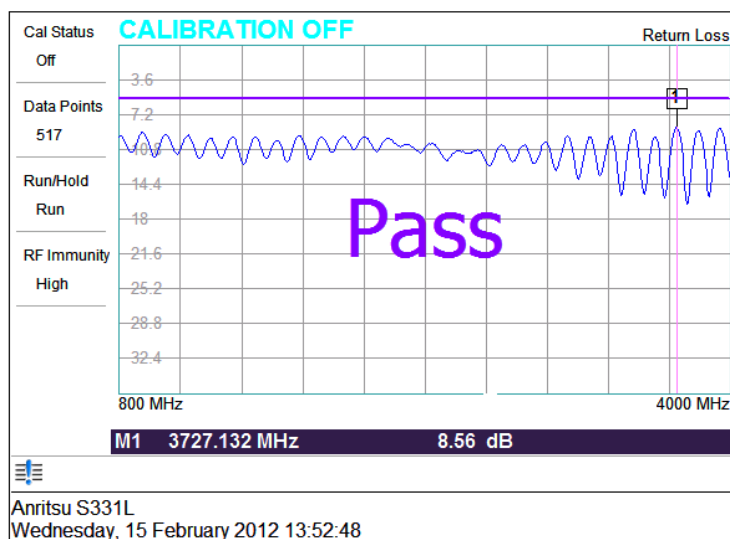

Рисунок 8-8. Настройки параметров снимка
На рис. 8-8 демонстрируется одно и то же измерение, во время которого выполнялось сохранение изображения на экране с различными настройками.
Display/Audio     	Brightness: Регулировка яркости экрана для получения оптимальной видимости при различных условиях освещения. Для установки уровня яркости в диапазоне от 10% до 100% используйте сенсорный экран, клавиши «вверх/вниз» или поворотную кнопку. Для сохранения настроек нажмите Enter. Нажатие ESC позволяет отказаться от сделанных изменений. Color Schemes: Выбор цветовой схемы: стандартная (Standard), дневная (Daytime), ночная (Nighttime). Дневная схема использует повышенную контрастность и рекомендуется к использованию вне помещения при ярком солнце или иных сложных условиях. Ночная схема представляет собой схему с темным фоном и выводом информации в красном цвете и рекомендуется к использованию в темное время суток. ScrnShot Settings: Изменение настроек захвата изображения на экране с помощью клавиши ScrnShot (4), соответствующей иконки или настроек сохранения файла с полученным изображением (.png). Подробнее см. на рис. 8-8 на стр. 8-8. Параметр Capture Image Size определяет размер захватываемого изображения и может быть установлен на режим Graph Only (захват только графика) или Full Screen (экран целиком, включая отображаемые клавиши меню). Параметр Background color позволяет установить цвет фона: Inverted – без фона (удобно для вывода на печать) или Standard – с привычным черным фоном. Параметр Image header/footer используется для установки места отображения информации о модели, названии и дате. Volume: Настройка уровня громкости. Текущая настройка уровня громкости отображается на экране. Для изменения используйте сенсорный экран, клавиши «вверх/вниз» или поворотную кнопку. Принятие внесенных изменений осуществляется нажатием клавиши Enter. Enter: Нажатие данной клавиши позволяет применить изменения, выполненные в остальных подменю Display/Audio